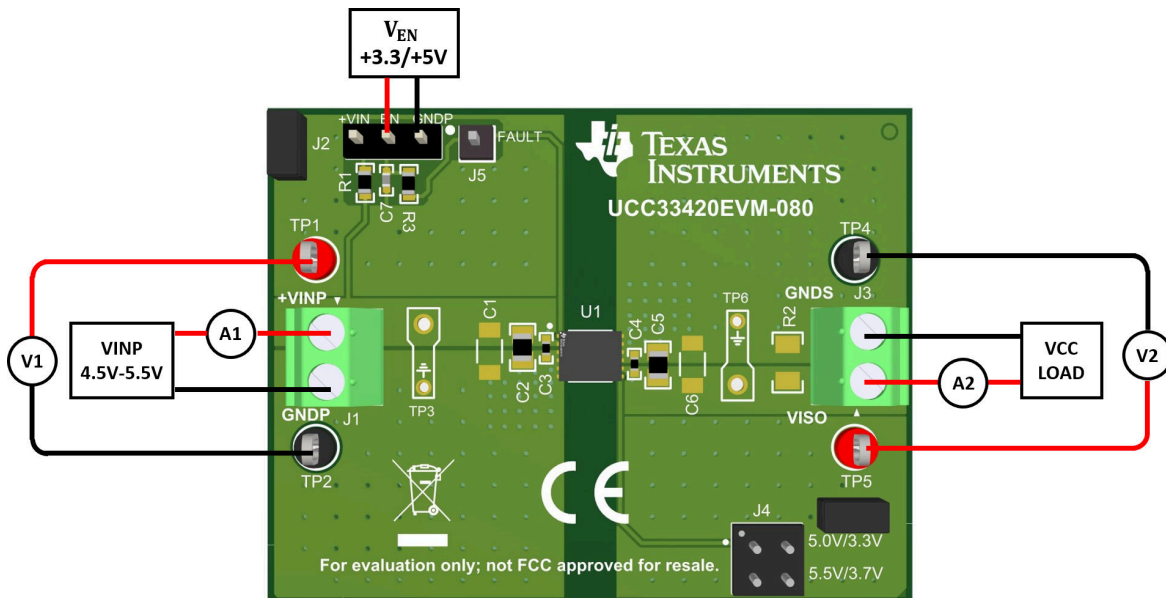

图 2-1. 典型效率测量设置
3. 在 J3:1 (VCC) 和 J3:2 (GNDS) 之间连接一个可变负载。如果使用电子负载，则设置为恒定电流 (CC) 300mA。在 EVM 通电之前，将负载保持为禁用状态。
4. 当设置在低 mA 范围内时，某些电子负载无法调节或无法稳定 CC。通过插入电流表来监测输入电流和负载电流，如图 2-1 所示。电流探头可以与示波器结合使用，以验证由电子负载调节的直流电流的稳定性。